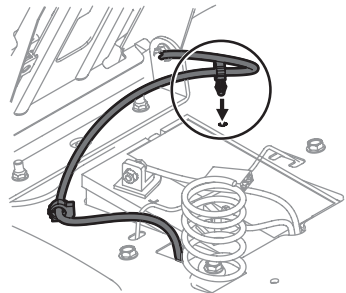

Figure 4
5. Faites enclencher l'attache pour retenir l'excédent de fil à l'aile (Figure 4).